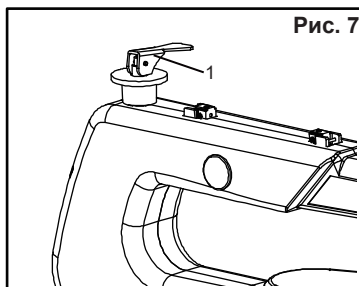

Рис. 7
С РЕГУЛИРУЕМОЙ СКОРОСТЬЮ ВРАЩЕНИЯ (Рис. 7, 8, 9, 10)
1. Чтобы снять лезвие, ослабьте натяжение, подняв рычаг натяжения лезвия (рис. 7 - 1). При необходимости поверните рычаг против часовой стрелки, чтобы ослабить крепление лезвия.
УСТАНОВКА ЛЕЗВИЯ (рис. 7,8,9,10)
3. Переместите рычаг натяжения лезвия (рис. 7- 1) вниз и убедитесь, что штифт лезвия правильно установлен в держателях лезвия.